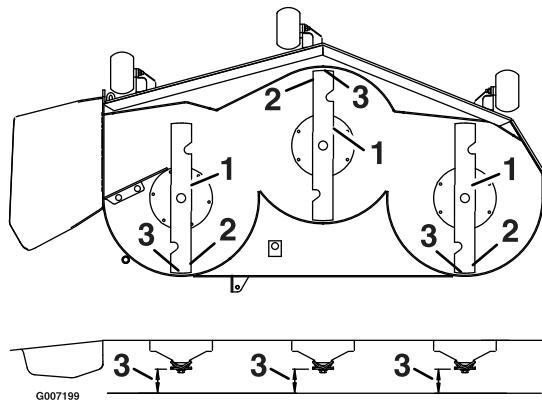

Figura 65
- Girate con cautela le lame in modo che siano disposte longitudinalmente (Figura 65).
- Misurate il valore dalla punta della lama anteriore e dalla punta della lama posteriore alla superficie piana (Figura 65). Se la punta anteriore della lama non è più bassa della punta posteriore della lama di 1,6 - 7,9 mm, passate alla procedura Livellamento del piatto di taglio del tosaerba.